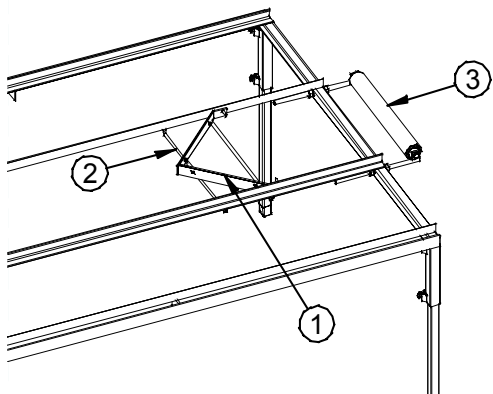

Рис. 5.7 V-скребок и ролик возврата
Скребок поддерживается под лентой секцией из прута (2). См. рис. 5.7.